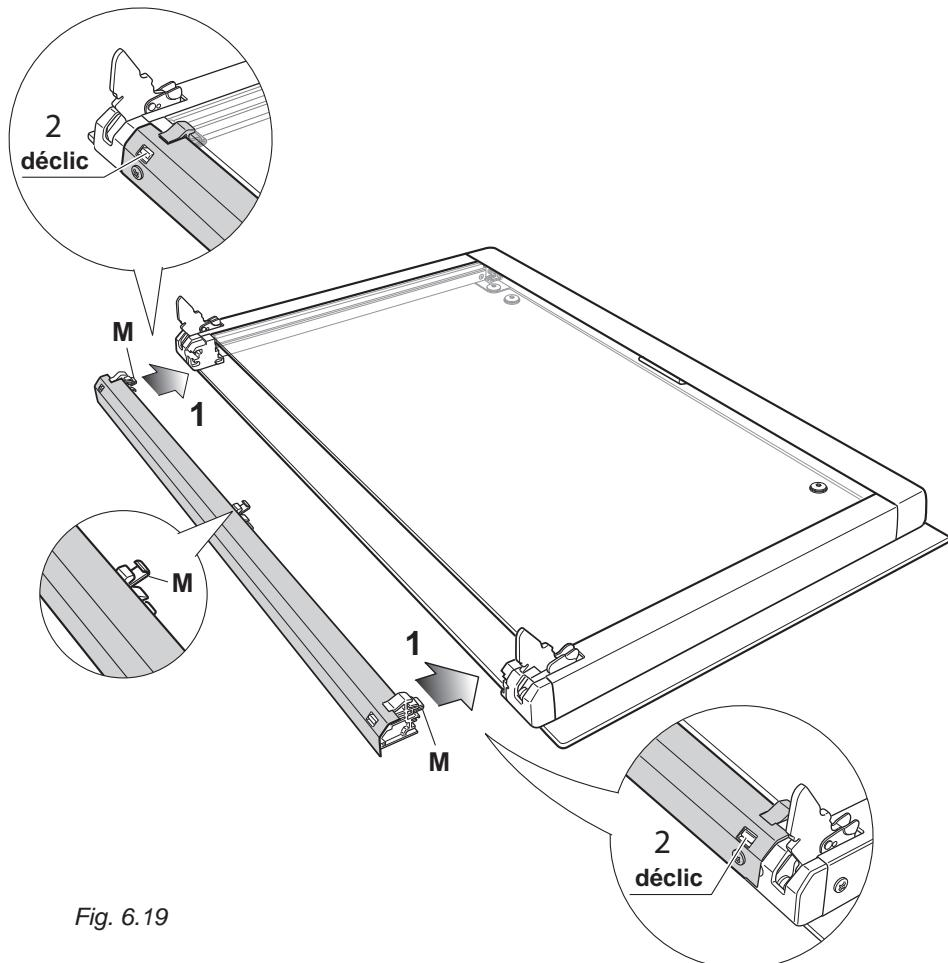

Fig. 6.19
1. Positionner le support inférieure de la vitre comme indiqué dans la figure 6.19. Il doit poser sur le coin inférieur de la vitre extérieure.